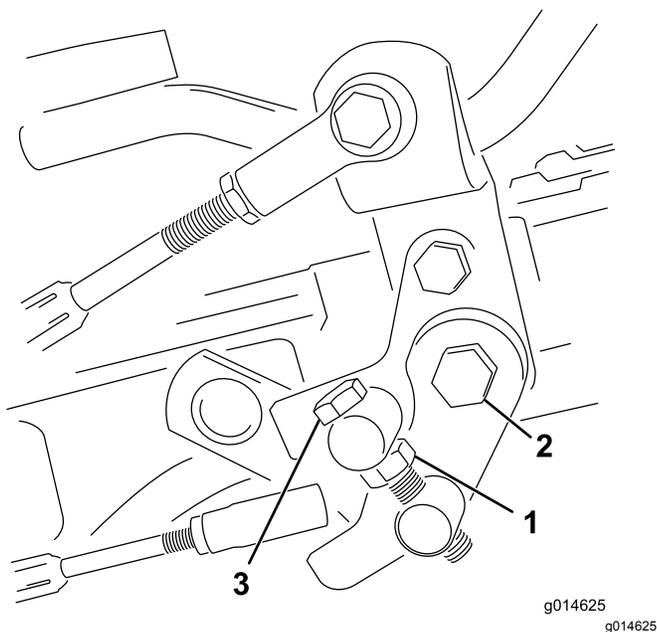

Рисунок 33
1. Ослабьте контргайку на болте цапфы (Рисунок 33).
4. Чтобы зафиксировать регулировку, затяните контргайку на болте цапфы и гайку на шарнире педали (Рисунок 33). Проверьте регулировку и при необходимости повторите ее.